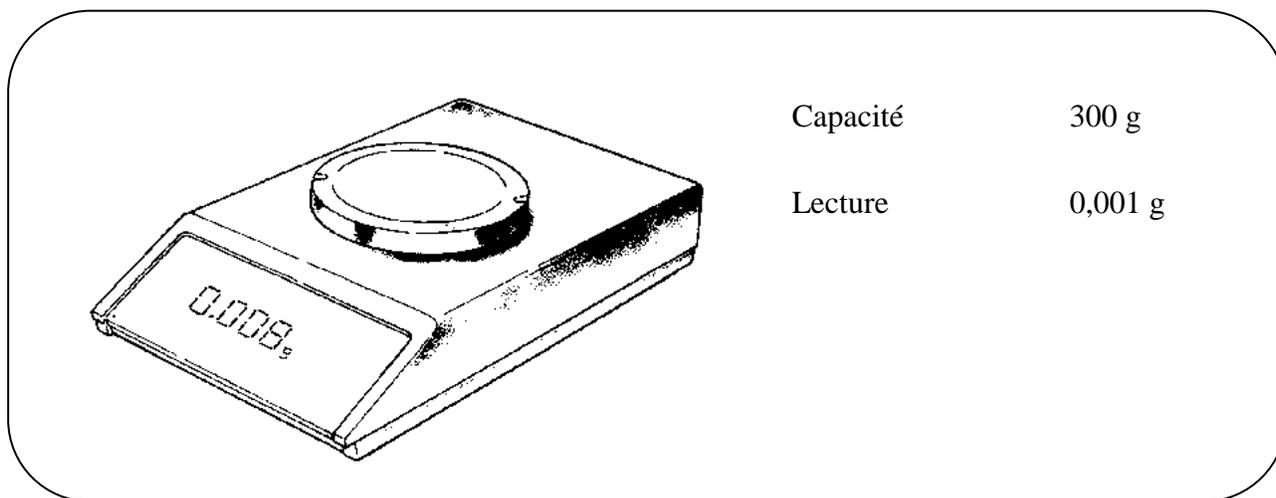

Figure 4. Une balance électronique
3. L'objet pesé doit être à la température de la pièce. La figure 4 montre une balance électronique et sa capacité.